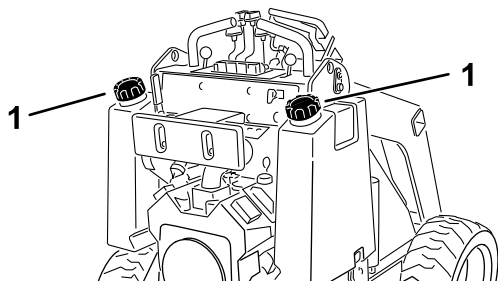

Figura 8
3. Limpie la zona alrededor del tapón del depósito de combustible y retire el tapón (Figura 8).